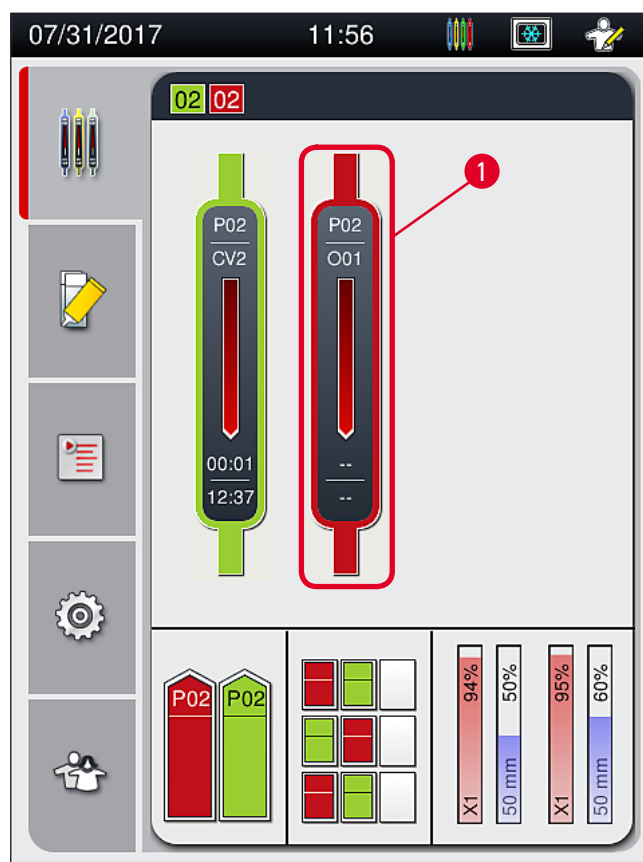
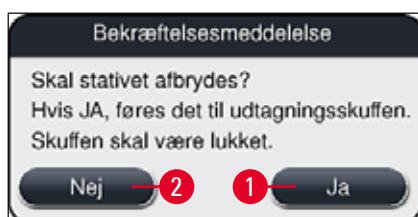

Fig. 78
Fig. 80
① Påsætning af dækglas kan kun annulleres ved hjælp af processtatusvisningen (→ Fig. 78).
Når der trykkes på knappen **Afbryd stativ** (→ Fig. 79-1), vises der en meddelelse (→ Fig. 80). Bekræft annulleringen med knappen **Ja** (→ Fig. 80-1), eller tryk på **Nej** (→ Fig. 80-2) for at gå tilbage til processtatusvisningen (→ Fig. 78).